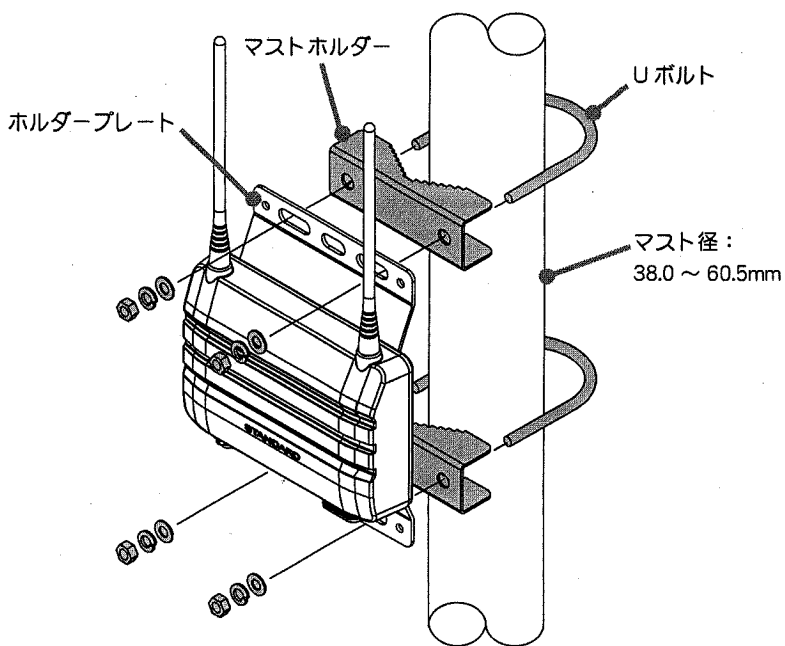

図2
- ② マストにUボルトとマストホルダー挟み込みホルダープレートにUボルトを通してナットで固定します（図2参照）
- ③ ②と同様、もう一つのUボルトを固定して終了です